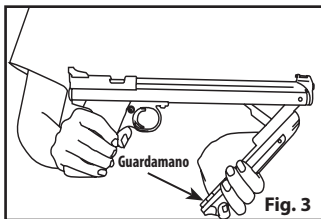

Fig. 3
3. Abra el guardamano completamente hasta que se detenga (Fig. 3). Sostenga firmemente el guardamano al abrirlo.
**PRECAUCIÓN: RIESGO DE PELLIZCO:** Coloque las manos en las mismas posiciones que se muestran en la Fig. 3. La colocación incorrecta de las manos puede provocar pellizcos si pierde el agarre del guardamano y pueden producirse lesiones. Use movimientos rectos al bombear la pistola de aire.